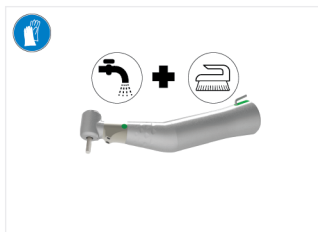

РИС. 4
1. Промойте устройство снаружи и внутри струей проточной воды (15–38 °C), при условии, что местная водопроводная вода имеет pH в диапазоне 6,5–8,5 и содержание хлоридов до 100 мг/л. Если местная водопроводная вода не соответствует этим требованиям, используйте вместо нее деминерализованную (деионизированную) воду. (РИС. 4)